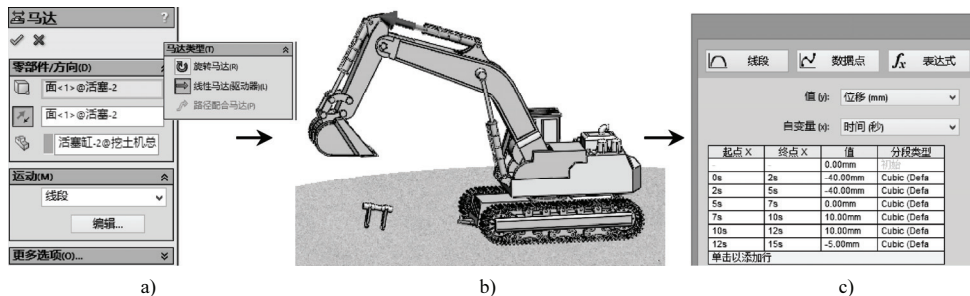

图 8-22 添加第二个直线马达并设置马达线段操作
STEP 4 同 **STEP 3** 的操作，添加“动臂”上部“活塞”的直线马达，如图 8-22 所示，并按照如图 8-22c 所示设置马达的线段参数。